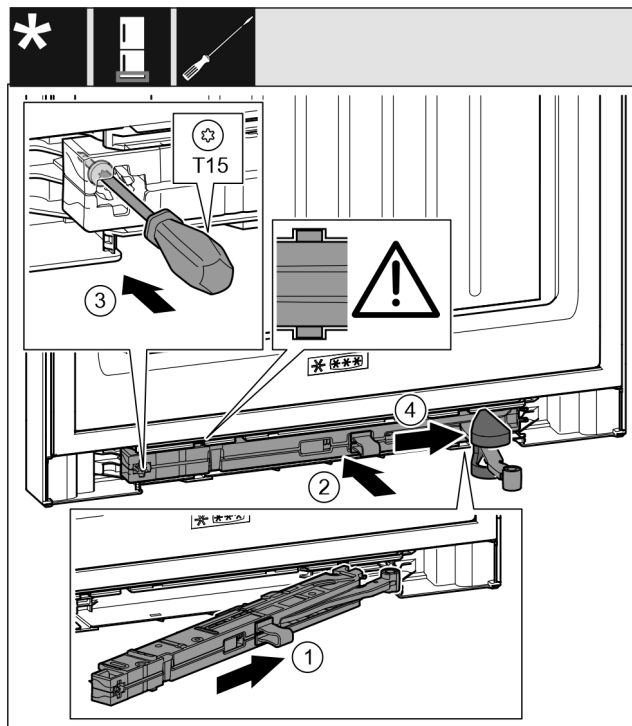

Fig. 42
- Jednotku tlumiče zavírání Fig. 42 (1) na straně stojanu ložiska zasuňte až na doraz šikmo do vybrání.
- Jednotku tlumiče zavírání Fig. 42 (2) zcela zasuňte do výklenku.
- Šroubovákem šroub Fig. 42 (3) pevně utáhněte.
- Posuňte kryt Fig. 42 (4) přes kloub.